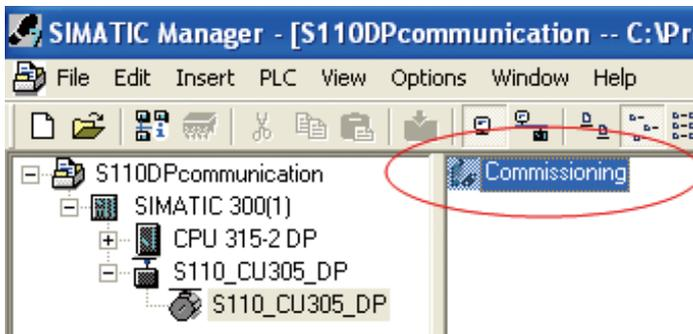

图 89. PLC 项目概览
- 若使用安装 DriveES Basic 软件的 GSD 文件组态 S110 CU305 从站，则硬件组态完成后，在 PLC 项目中会集成 S110\_CU305\_DP，如图 89，可通过双击“Commissioning”打开 Starter 软件调试 S110。
如图 89，可通过双击“Commissioning”打开 Starter 软件，可按照本手册第二章中的描述对 S110 进行项目配置。